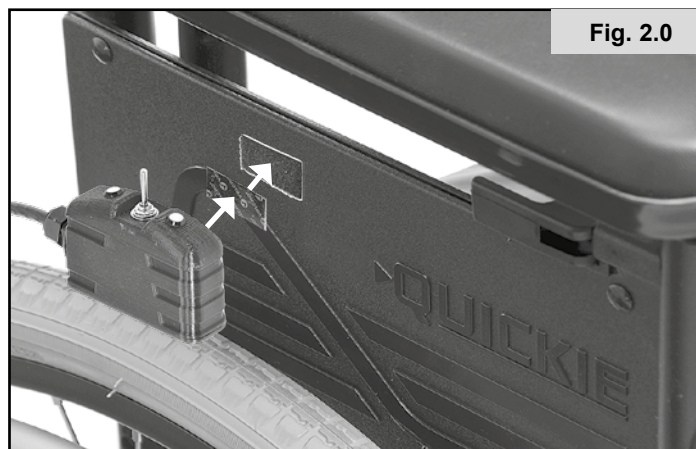

Fig. 2.0
2. A caixa do interruptor pode ser instalada em qualquer posição que pretender bastando aplica o gancho fornecido e enrolar o Velcro ao lado da caixa de comutação e ao apoio para os braços, estrutura ou qualquer outra posição pretendida da cadeira de rodas, (Fig. 2.0).